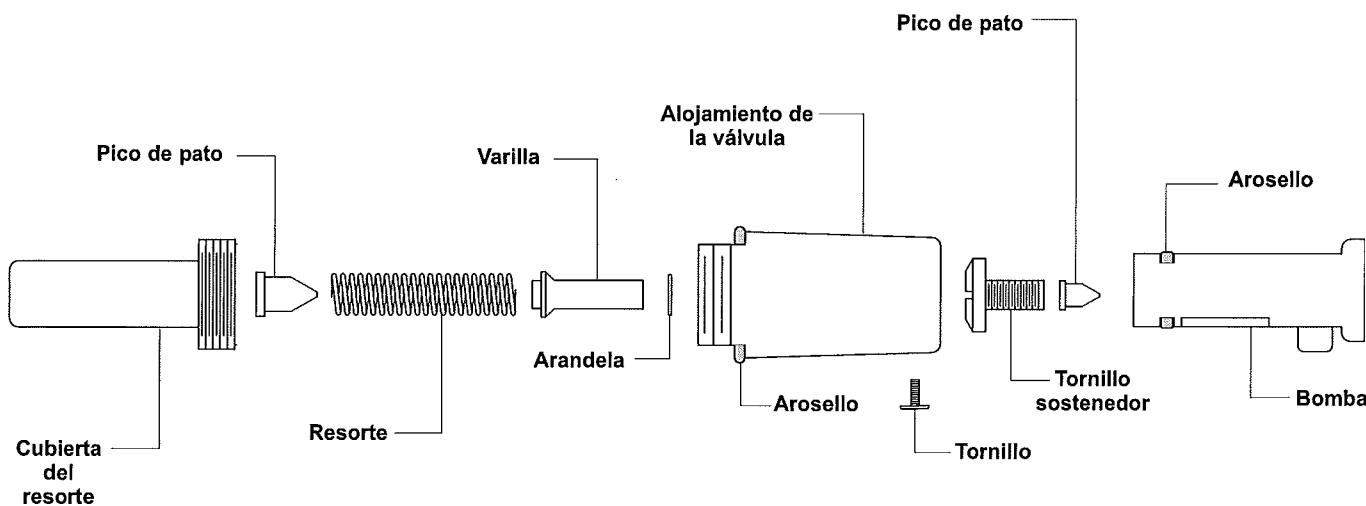

Figura 1
3. Si el cuajo del jabón dentro de la válvula no se disuelve y la válvula no funciona, límpie minuciosamente los componentes internos de la válvula para jabón. Siga los pasos que se indican a continuación y consulte la Figura 1 cuando desarme y vuelva a armar la válvula para jabón.